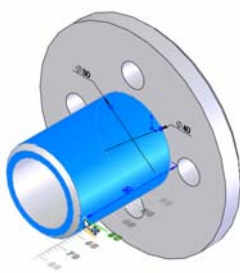

图 5-29 拖动修改控标
**03** 通过控标修改特征。拖动距离为 5 的修改光标，调整拉伸的长度，如图 5-29 所示。